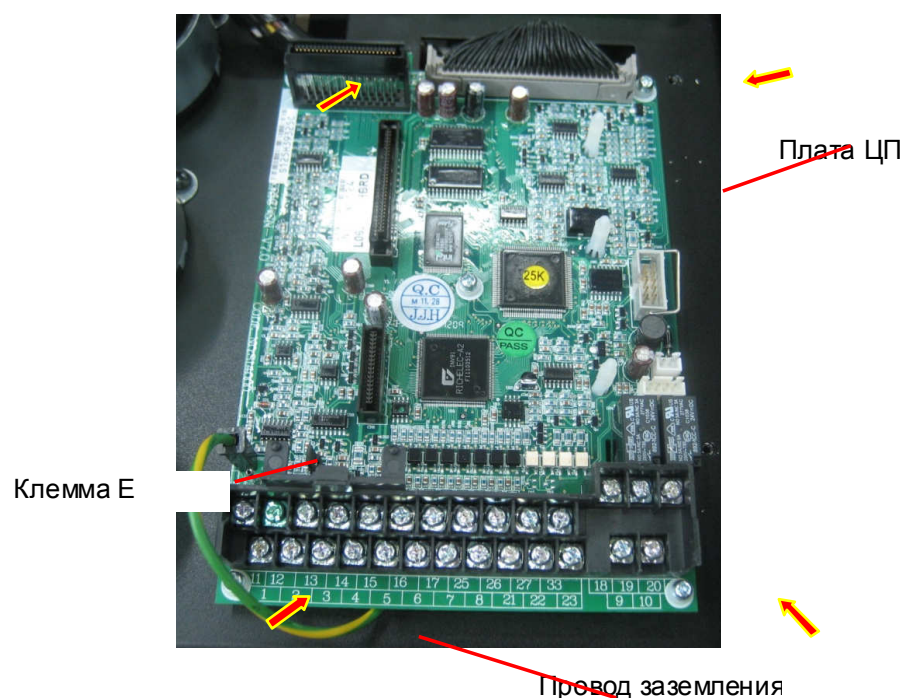

Рис. 6.5.
6.4.2. Отсоединить провод заземления от контакта Е на плате ЦП (рис. 6.5).
6.4.3. Выкрутить четыре винта (рис. 6.5, красные стрелки), демонтировать плату ЦП. Положить плату ЦП и винты в тару.